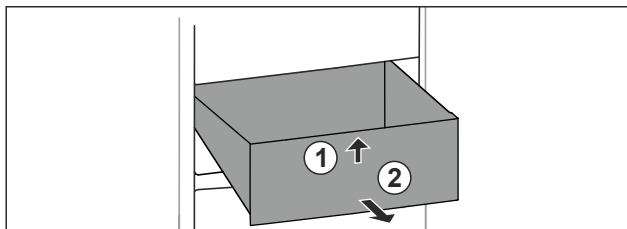

Fig. 64
- ▶ Unieść szufladę z przodu. Fig. 64 (1)
- ▶ Wyjąć szufladę do przodu. Fig. 64 (2)